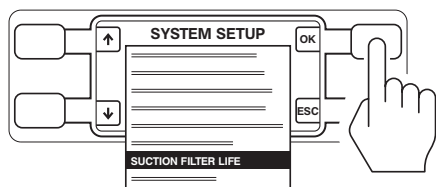

图 5 - 选择抽吸过滤器选项
4. 在SYSTEM SETUP屏幕, 按压箭头图标旁边的按钮, 加亮显示SUCTION FILTER LIFE (抽吸过滤器寿命)。按压OK (确认) 旁边的按钮进行选择 (图 5)。